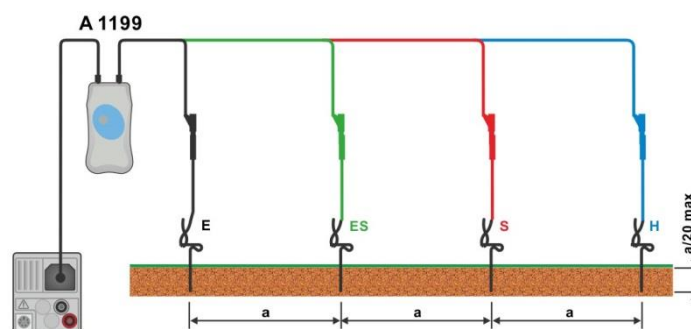

Figura 7.56: Mediciones de resistencia de tierra específica
- › Conecte las puntas de prueba a las sondas de tierra, vea la **Figura 7.56**.